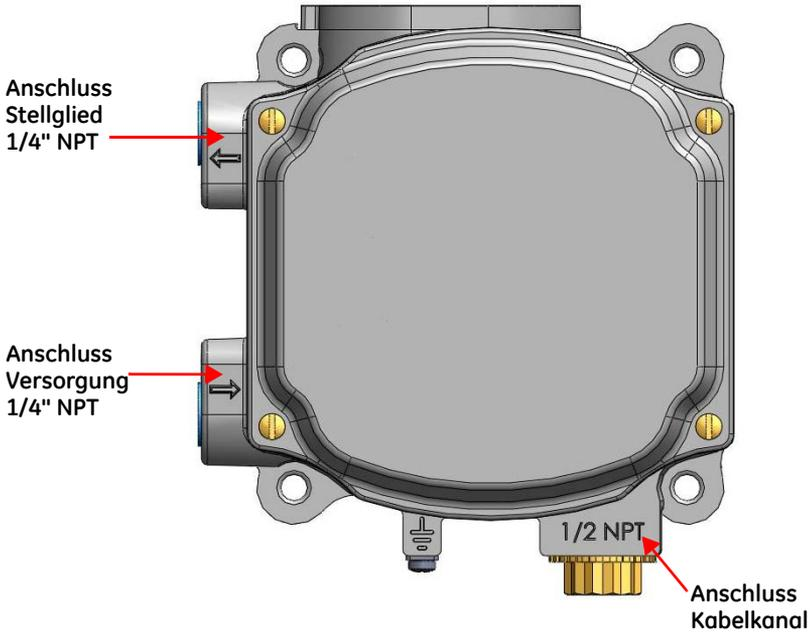

Abbildung 17 Luftanschlüsse
1. Installieren Sie die Schlauchleitung am Luftversorgungsanschluss. Minimaler Schlauchleitungsdurchmesser 1/4" (Abbildung 17).